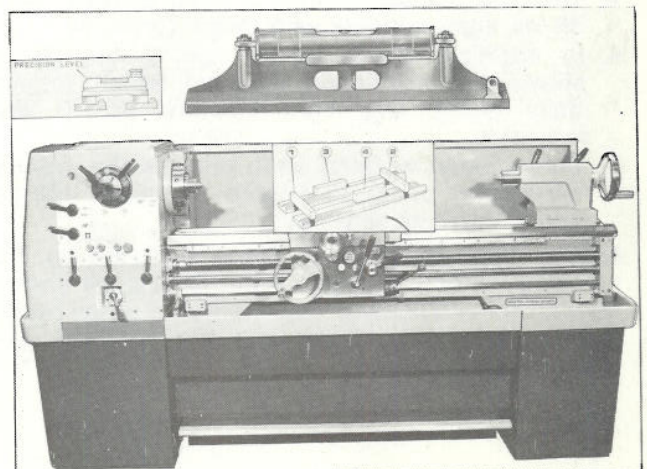

Fig. 3,
**Montage sans scellement:** placer le tour sur les fondations et régler chacun des huit pieds calants pour répartir la charge sur les huit pieds. Ensuite, employer un niveau de précision de mécanicien sur les glissières du banc (comme indiqué à la figure 3) et régler les pieds pour caler la machine à l'horizontale. Vérifier périodiquement le calage du tour pour garantir sa précision.
**Installation avec scellement:** Placer le tour sur huit boulons de scellement—diamètre 16 mm—que l'on encastre dans les fondations pour qu'ils correspondent aux trous dans les pieds de calage. Les dimensions sont indiquées sur le plan de fondations. Caler soigneusement la machine comme indiqué à la figure 3, puis bloquer les boulons de scellement. Vérifier une fois encore le niveau du banc.
**Freistehend:** Die Maschine wird auf dem Fundament mit Präzisions-Wasserwaagen ausgerichtet. Dabei ist zu beachten, daß das Gewicht auf sämtliche acht Montagefüße verteilt wird. Die Anwendung betreffs Kontrolle mittels der Wasserwaage ist auf Abb. 3 ersichtlich. Eine Justierung in regelmäßigen Zeitabständen erhöht die Dauer der Gebrauchs-Genauigkeit der Maschine.
**Free-standing:** Position lathe on foundation and adjust each of the eight mounting feet to take equal share of the load. Then using an engineers' precision level on the bedways (as in Fig. 3) adjust the feet to level up machine. Periodically check bed level to ensure continued lathe accuracy.
**Fixed installation:** Position lathe over eight bolts ( $\frac{5}{8}$  in. or 16mm. diam.) set into the foundation to correspond with holes in the mounting feet; dimensions are shown on Foundation Plan. Accurately level the machine, as in Fig. 3, then tighten hold-down bolts. Re-check bed level.